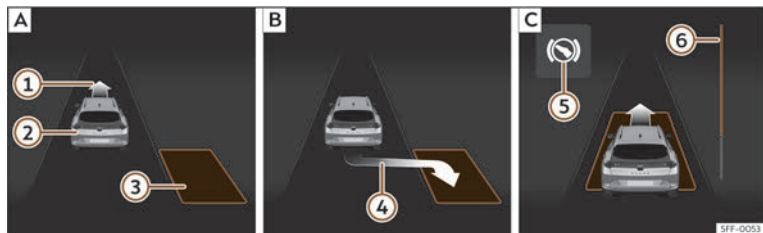
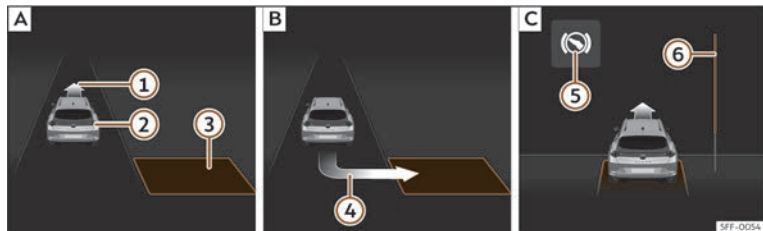

Fig. 151 Sur l'écran du combiné d'instruments : stationner en créneau. **A** : Chercher une place de stationnement. **B** : Position pour stationner. **C** : Manœuvrer.
Fig. 152 Sur l'écran du combiné d'instruments : stationner en bataille. **A** : Chercher une place de stationnement. **B** : Position pour stationner. **C** : Manœuvrer.
stationner >>> **fig. 151 B** ou >>> **fig. 152 B** a été atteinte. La place sera considérée comme « appropriée » si l'indication de stationnement (④) apparaît à l'écran du combiné d'instruments.
- Reculez jusqu'à ce que retentisse le signal continu du ParkPilot ; **OU** : reculez jusqu'à ce que l'indication de passer en marche avant >>> **fig. 151**  ou >>> **fig. 152**  apparaisse à l'écran du combiné d'instruments ; **OU** : reculez jusqu'à ce que le message **Park Assist terminé** apparaisse à l'écran du combiné d'instruments. La barre de progression  indique la distance à parcourir.
dirige le véhicule en marche avant et en marche arrière jusqu'à ce qu'il soit centré sur la place >>> **fig. 151**  ou >>> **fig. 152** .
La barre de progression >>> **fig. 151**  et >>> **fig. 152**  affiche symboliquement la distance relative qu'il reste à parcourir sur l'écran du combiné d'instruments. Plus la distance est grande, plus la barre de progression est remplie. En circulant en marche avant, le contenu de la barre de progression diminue vers le haut, et en circulant en marche arrière, il diminue vers le bas.